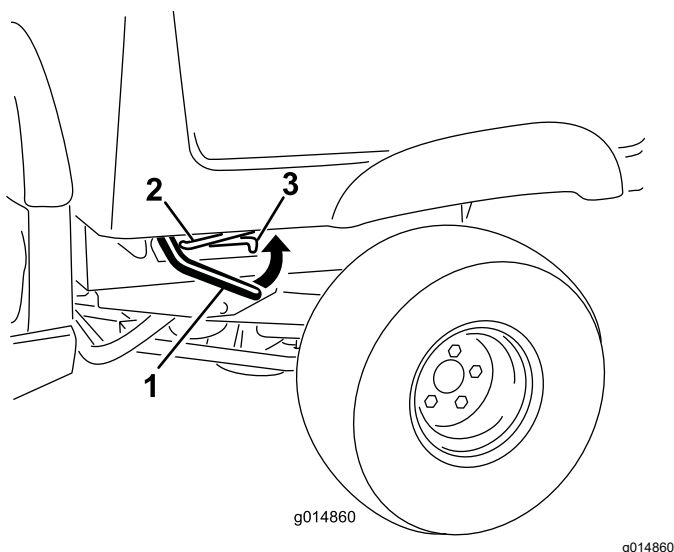

Figura 13
1. Com a alavanca em qualquer um dos lados da plataforma, eleve a plataforma (Figura 13).
1. Eleve ligeiramente a plataforma de carga elevando a alavanca de bloqueio (Figura 13).